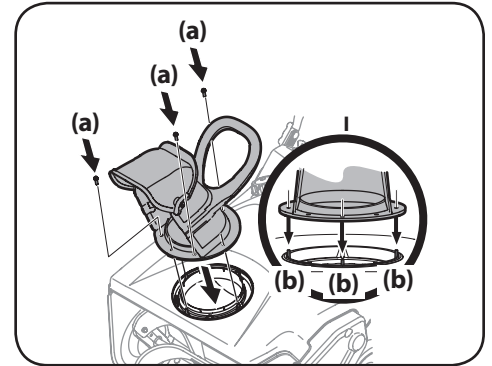

Figura 2-8
3. Alinee los orificios de la base del canal con las tres lengüetas (b) en el canal inferior, como se muestra en la Figura 2-8., Recuadro I. Asegure la base del canal con los tornillos de arandela hexagonal (a) extraídos en el Paso 2. Consulte la Figura 2-8.